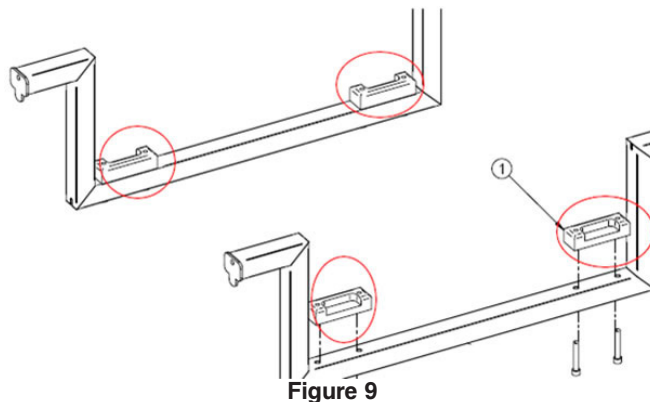

Figure 9
2. Abaisser le lit jusqu'à ce que le châssis fixe inférieur soit complètement soutenu par les pièces en U du gabarit (voir la Figure 9).
7. À l'aide d'une clé mixte de 1/2 po, retirer les deux boulons (D), les deux rondelles (C) et les deux entretoises à épaulement (B) fixant le support de l'écrou moulé au bras du levier d'élévation.
8. À l'aide d'une clé mixte de 1/2 po, retirer les deux boulons (D), les deux rondelles (C) et les deux entretoises à épaulement (B) fixant le support de l'écrou moulé au bras du levier d'élévation.
9. Retirer les deux axes (H) fixant le vérin (A) au support. Afin de faciliter le retrait des axes, insérer un petit tournevis plat dans l'ouverture à l'extrémité du vérin pour repousser les axes vers l'extérieur.
10. À l'aide d'un tournevis Phillips n° 2, retirer les deux vis (F) fixant le cache-vis en plastique (J) au vérin. Retirer le cache-vis en plastique et l'installer sur le nouvel actionneur.
2. Abaisser le lit jusqu'à ce que le châssis fixe inférieur soit complètement soutenu par les pièces en U du gabarit (voir Figure 9, à la page 2-45).
9. À l'aide d'une clé mixte de 1/2 po, retirer les deux boulons (D), les deux rondelles (C) et les deux entretoises à épaulement (B) fixant le support de l'écrou moulé au bras du levier d'élévation.
10. À l'aide de la clé à cliquet et d'une douille 5/16 po, retirer les deux vis (E) fixant la plaque de retenue du support du vérin (G) au bras du levier de tête et la retirer.